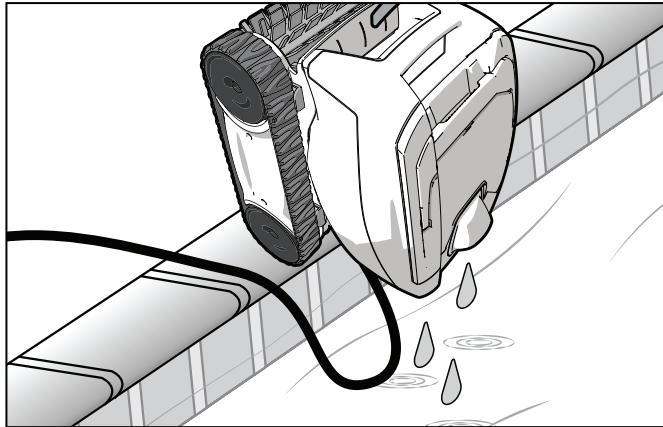

Figura 16. Sostener en posición vertical para drenar el agua
2. Sostenga el limpiafondos en posición vertical para drenar (Figura 16).